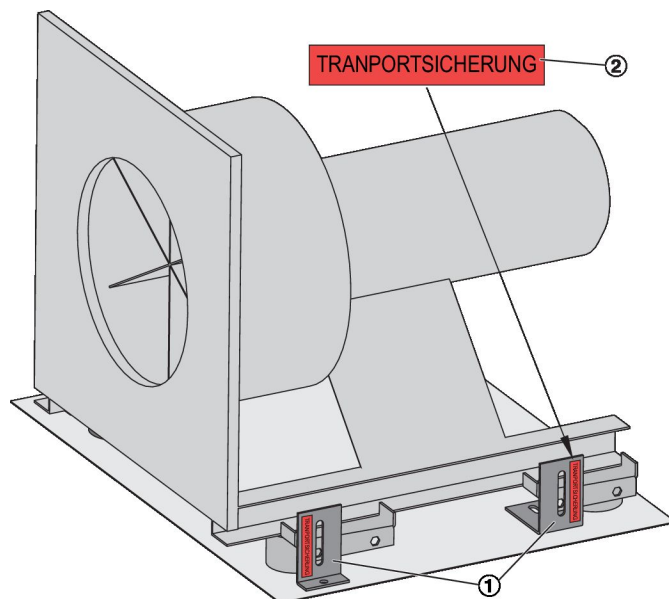

Abb. 9: Transportsicherungen
- 1 Am Ventilator die mit einem roten Aufkleber (Abb. 9 /2) markierten Winkel (Abb. 9 /1) demonstrieren.